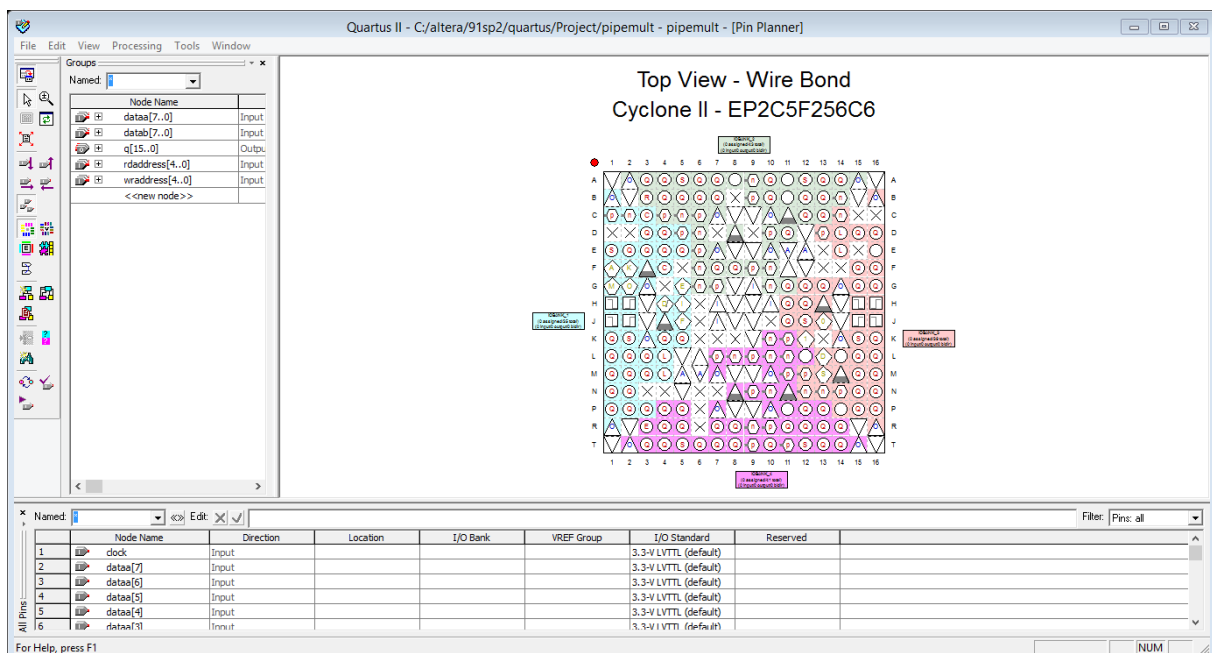

Рисунок 56. Вигляд основного вікна утиліти **Pin Planner**
1.1. У меню **Assignments** виберіть команду **Pin Planner** (рис. 56).